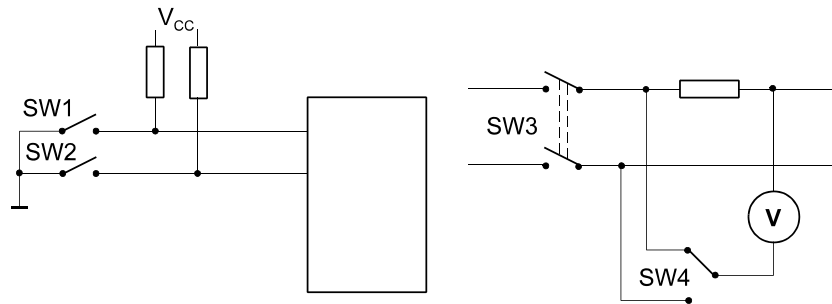

Abb. 13 Schaltplanausschnitte mit Kontaktbauelementen
35. Abb. 13 zeigt zwei Schaltplanausschnitte. Geben Sie die Bestellbezeichnungen für die Bauelemente SW1...4 an.